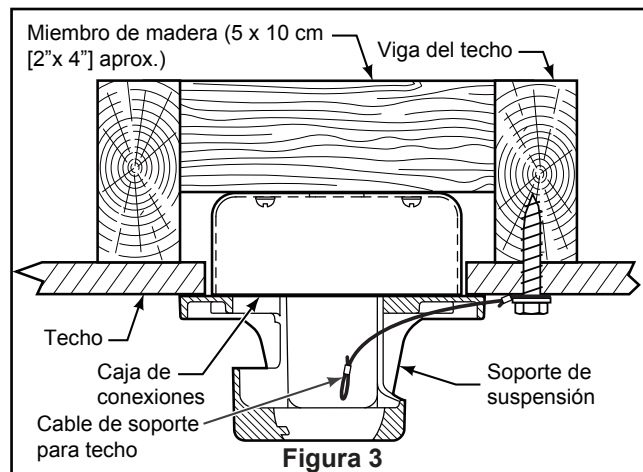

Figura 3
Uso del soporte (Figura 3)
3. Afloje los dos tornillos de fijación del soporte del barral de soporte para techo a través de la varilla. Introduzca los cables de color negro, blanco y azul y cable de seguridad a través de la varilla. (Figura 3)
1. Perfore un orificio de 1/4" en la estructura del edificio para evitar grietas con la instalación del tornillo de intervalo. Utilice el tornillo de intervalo de 3/8"x 2" y la arandela plana para fijar el cable de seguridad a la viga del techo o a la estructura de madera. Dicho tornillo pasará a través de arandela plana, la presilla del cable de seguridad y se fijará en la estructura del edificio. (Figura 3)
NOTA: el cable de soporte para techo no se puede asegurar solamente a la caja de conexiones; se debe asegurar directamente a la viga de techo o miembro estructural con el tornillo de cabeza cuadrada de 3/8"x2" y la arandela plana. (Figura 3)
2. Deslice el receptor en el soporte de suspensión antes de realizar el cableado como se muestra en la figura 3.
3. Extraiga uno de los tres tornillos en la carcasa del interruptor. Guarde el tornillo para más tarde y afloje levemente los dos tornillos restantes. (Figura 3)